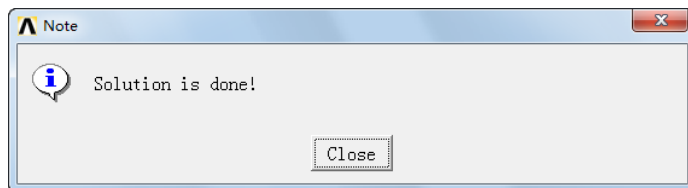

图 8-60 提示求解完成
③求解完成后打开如图 8-60 所示的提示求解结束对话框。
④单击“Close”按钮，关闭提示求解结束对话框。